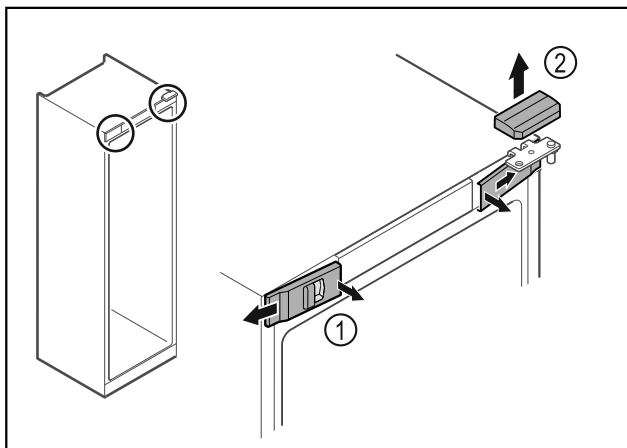

Fig. 7*
- ▶ Ξεκουμπώστε εσωτερικά τα μπροστινά καλύμματα Fig. 7 (1) και αφαιρέστε τα προς το πλάι.*
- ▶ Αφαιρέστε προς τα επάνω το επάνω κάλυμμα Fig. 7 (2).*